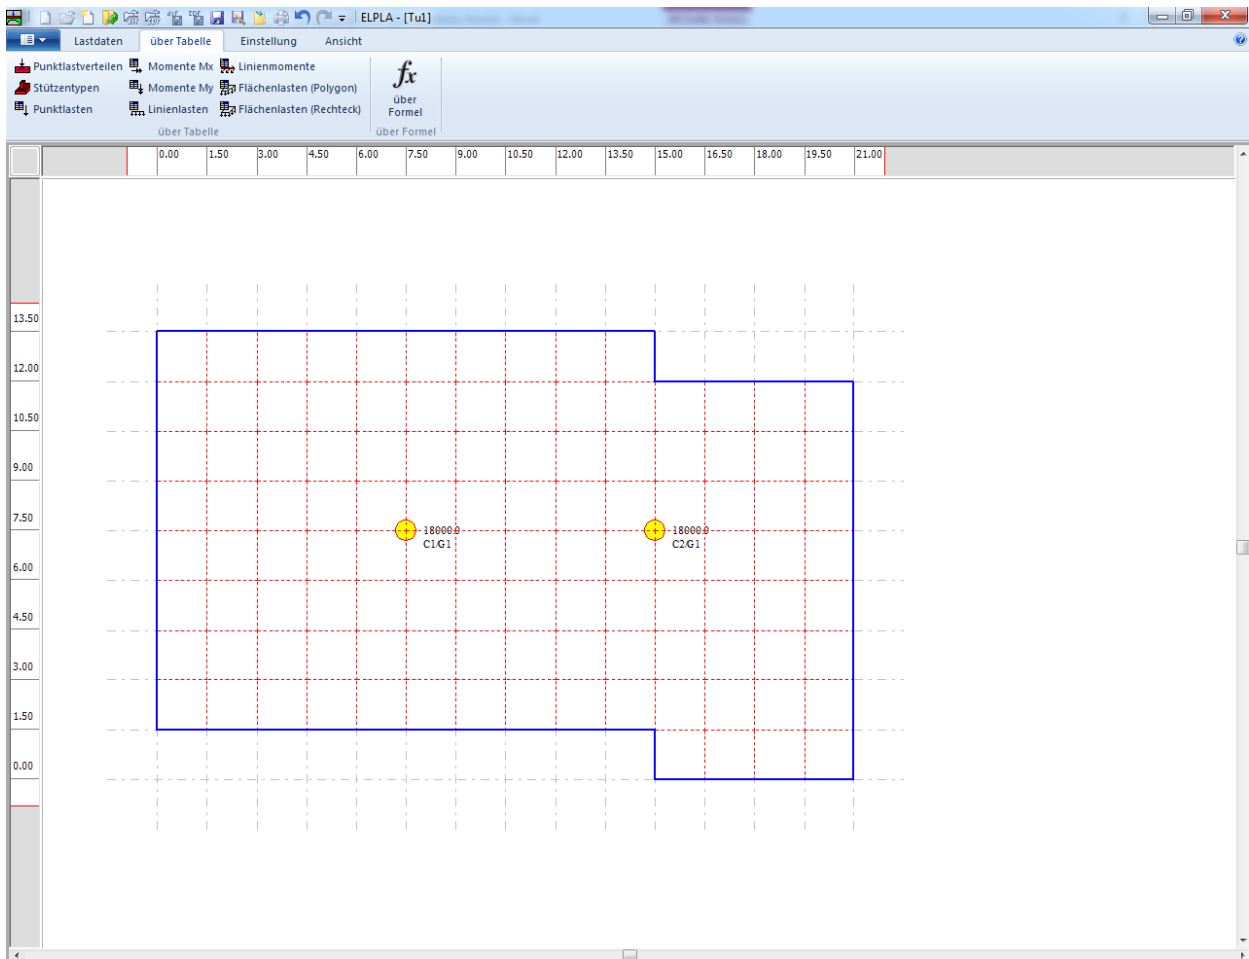

Bild 13.35 Lasten auf dem Bildschirm
Nachdem Sie die Definition aller Lastdaten beendet haben, sollte der Bildschirm wie das folgende Bild 13.35 aussehen.
- Wählen Sie "Speichern" aus dem "Datei"-Menü im Bild 13.35, um die Lastdaten zu speichern